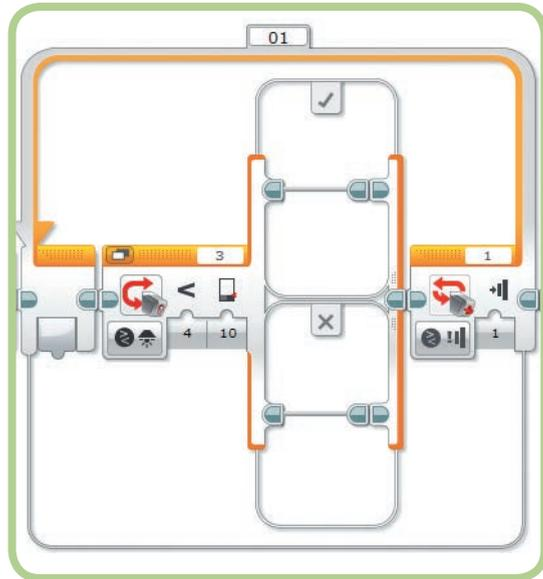

Abbildung 6-25: Den Schalterblock hinzufügen
9. Setze den Schwellenwert auf **10**. Wenn dieser Wert zu hoch oder zu niedrig sein sollte, kannst du einige Tests ausführen und ihn entsprechend anpassen. Die Schleife sieht jetzt aus wie in Abbildung 6-25.